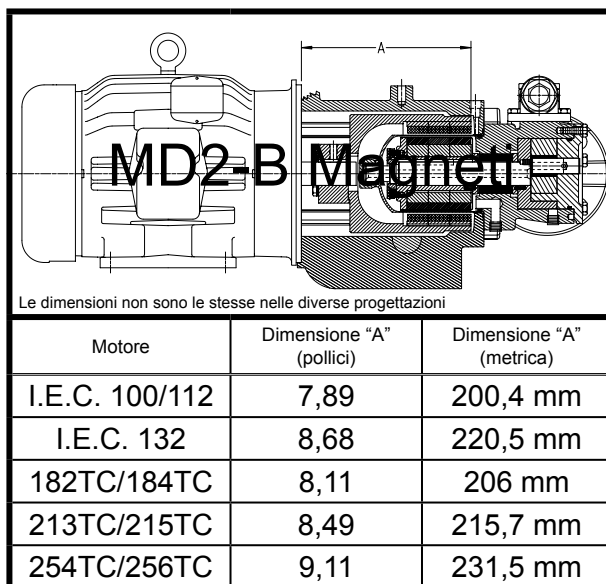

FIGURA 18
Montare il gruppo del magnete esterno. Sistemare il gruppo del magnete esterno secondo le dimensioni (vedere la figura 18).
Le unità che utilizzano un motore con telaio NEMA faccia-C richiedono una piastra di adattamento. Montare la piastra di adattamento sul motore se fosse stata tolta. Montare il gruppo del magnete esterno. Sistemare il gruppo del magnete esterno secondo le dimensioni (vedere la figura 18).
2. Bloccare la staffa se non fosse fissata a una base. Installare sulla staffa il motore o portante dei cuscinetti. Allungare la mano per raggiungere i magneti e ruotarli per accertarsi che non ci siano interferenze. Se si verifica qualche strofinamento, controllare le dimensioni della **figura 18** o mettersi in contatto con la fabbrica.